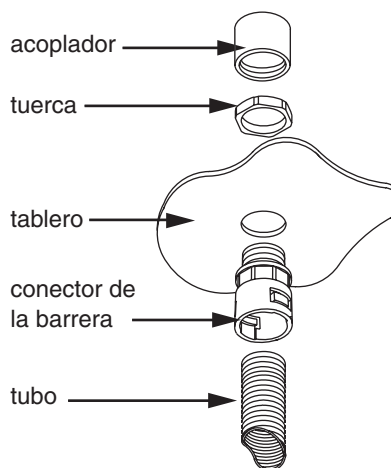

Figura 5: Conexión a un tubo
6. Instale un acoplador de 19 mm ($\frac{3}{4}$ pulg), no provisto, al conector de la barrera (vea la Figura 5).